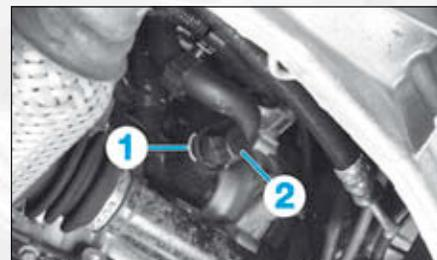

FIG.16
- Déposer l'agrafe (1) et le bouchon de vidange du bloc moteur (2) (Fig.16).